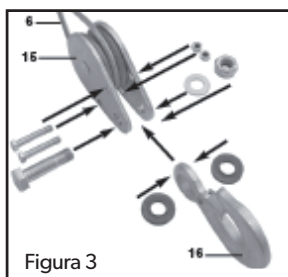

Figura 3
Il paranco a fune è dotato di un rullo di rinvio (15) e di un gancio supplementare (16). Se queste parti vengono utilizzate correttamente, il paranco a cavo può sollevare il doppio del suo carico nominale. Montare il rullo di rinvio (15) e il gancio aggiuntivo (16) come mostrato in Figura 3 – 5. Il gancio permanente (8) deve essere fissato al foro di fissaggio (2) (Fig.6). Il carico viene ora sollevato da due cavi d'acciaio, il che significa che il paranco può sollevare il doppio del suo carico nominale.